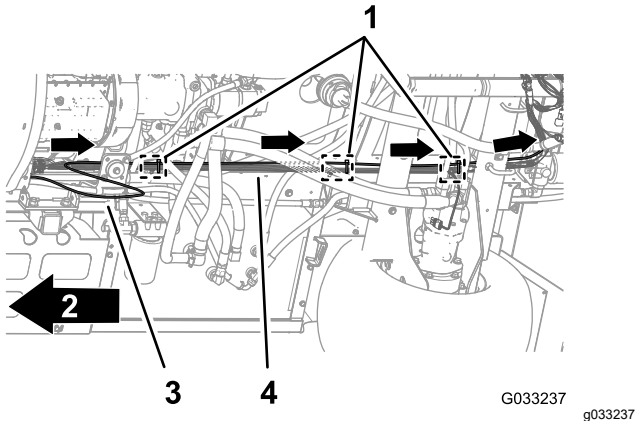

Figure 94
1. Acheminez le tube de détection de pression du manomètre de planche de bord le long du faisceau de câblage arrière de la machine (Figure 94).
2. Attachez le tube de détection de pression au faisceau arrière à l'aide de 3 attache-câbles adjacents aux 3 fixations enfichables des points d'ancrage de châssis du faisceau arrière (Figure 94).